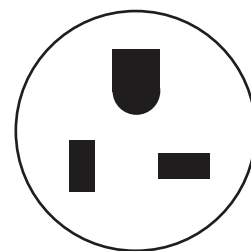

Fig. 64
*O T2s norte-americanos vêm com um conector de bloqueio NEMA L5-20P resistente à água e um adaptador para o NEMA 5-20P (ver Fig. 64).